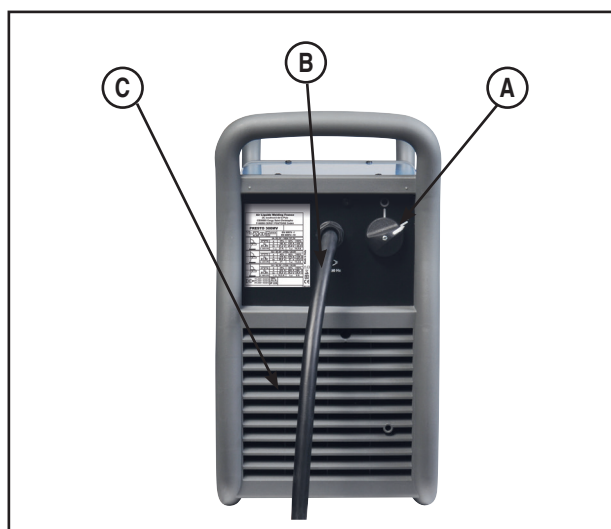

Fig. 3
- C. Ventilator de răcire: agregatul dispune de un circuit F.A.N. (Fan As Needed – ventilare la nevoie) integrat, care PORNEȘTE și OPREȘTE automat ventilatorul. Această caracteristică reduce cantitatea de murdărie care poate fi introdusă în agregat și reduce consumul de curent. Când agregatul este PORNIT (poz. A – fig. 3) ventilatorul PORNEȘTE. Ventilatorul va continua să funcționeze ori de câte ori agregatul sudează. Dacă agregatul nu sudează într-un interval de peste cinci minute, ventilatorul se OPREȘTE.
- PORNIȚI agregatul (poz. A – fig. 3) și selectați modul de sudare cu electrod (poz. 19 – fig. 8).**
8. PORNIȚI agregatul (poz. A – fig. 3). Agregatul va porni cu aceeași configurație a parametrilor reglată anterior.
IMPORTANT: CÂND AGREGATUL ESTE ALIMENTAT ELECTRIC (POZ. A – FIG. 3) SE APRINDE LED-UL VERDE DE ALIMENTARE (POZ. 10 – FIG. 8) ÎN COMBINAȚIE CU UNUL DINTRE LED-URILE TENSIUNII DE ALIMENTARE (POZ. 7, 8, 9 – FIG. 8), PENTRU A INDICA PARAMETRII ALIMENTĂRII ELECTRICE CONECTATE LA AGREGAT.